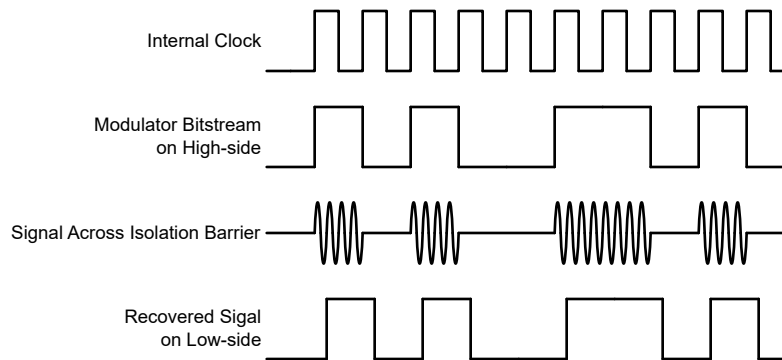

図 7-1. OOK ベースの変調方式
図 7-1 に示されているように、AMC0x11S-Q1 は、オン / オフ キーイング (OOK) 変調方式を使用して、変調器の出力ビットストリームを、 $\text{SiO}_2$  ベースの絶縁膜間で伝送します。送信ドライバ (TX) を 機能ブロック図 示します。TX は、内部で生成された高周波キャリアを絶縁バリア越しに送信し、デジタル 1 を表現します。ただし、TX はデジタル 0 を表す信号を送信しません。AMC0x11S-Q1 で使用されるキャリアの公称周波数は 480MHz です。